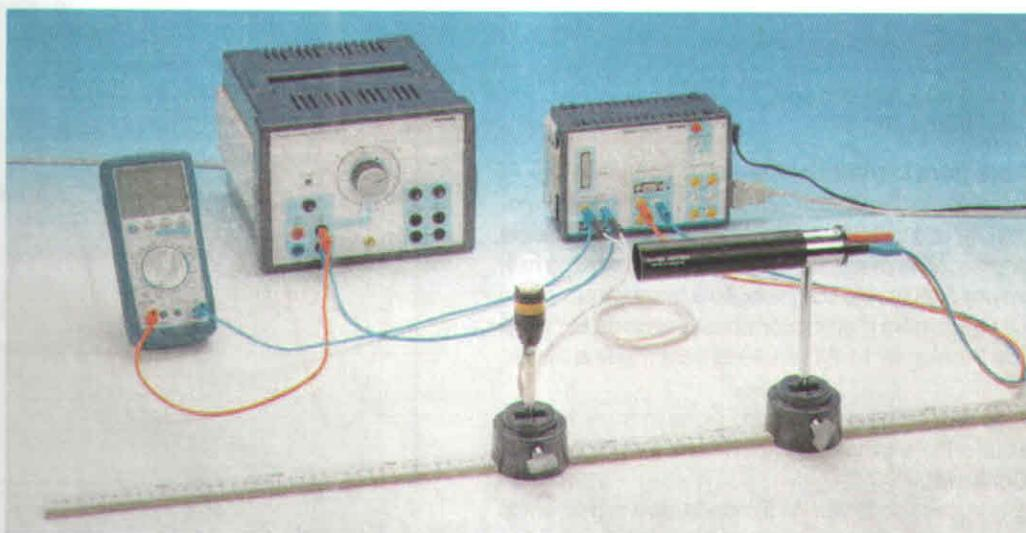

Fig. 1: Montagem experimental para a parte dois
2. Agora monte o experimento de acordo com a Fig. 1 e alinhe a termopilha de forma que ela receba a radiação da lâmpada com a distância entre a lâmpada e a termopilha menor do que 20 cm. O filamento helicoidal deve estar com um ângulo reto com relação à termopilha.